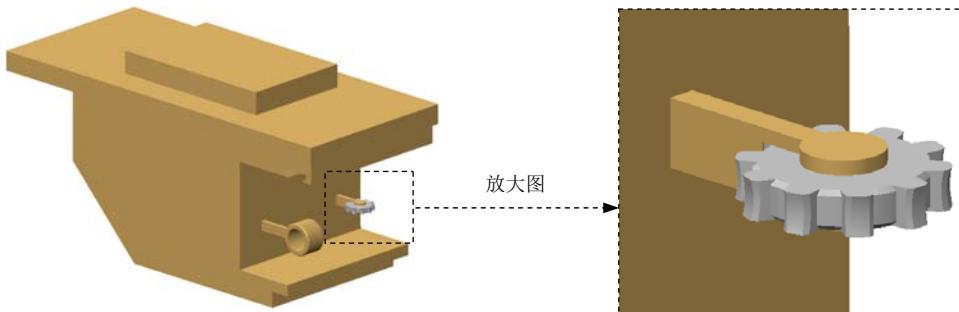

图 9.6.9 完成连接的创建
(4) 单击操控板中的 按钮，完成连接的创建，如图 9.6.9 所示。